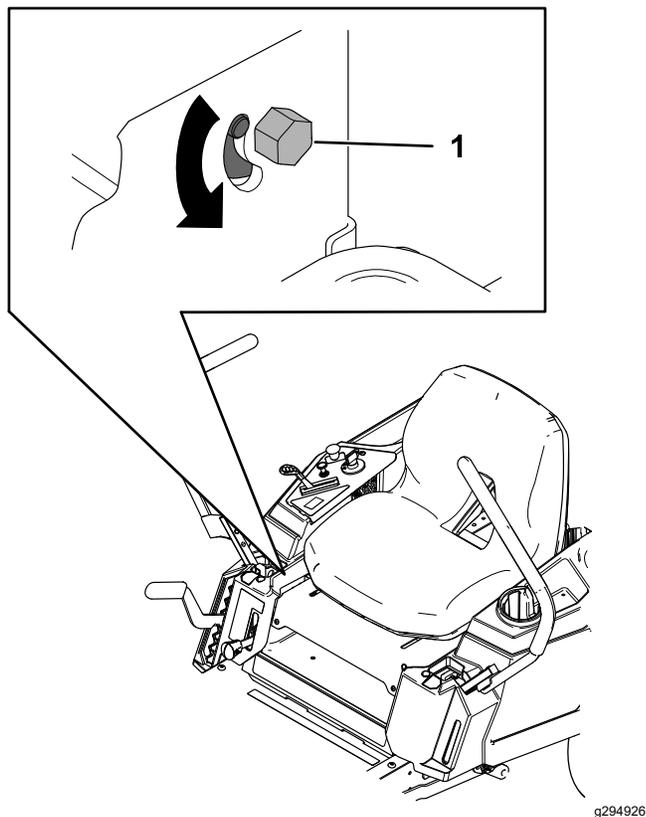

図 47
3. 調整が必要な側の走行コントロールレバーの近くにあるトラッキング調整ボルトを探し出す **図 47**。